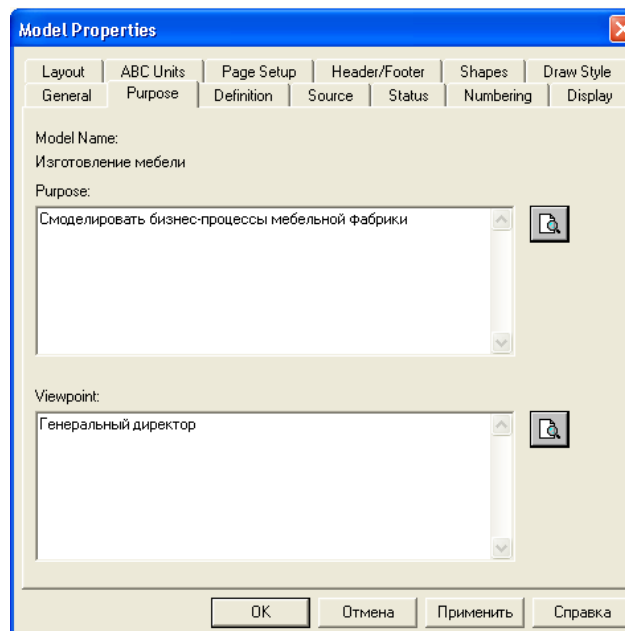

Рис. 3.7. Диалог задания свойств модели
1. Выбрать пункт меню **Model - Model Properties**, вызывающий диалог **Model Properties** (рис. 3.7.);